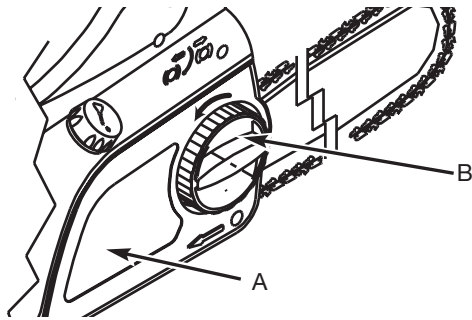

Fig. 17
2. Pour retirer le carter latéral (A), tournez le bouton (B) dans le sens contraire des aiguilles d'une montre (Fig. 17).